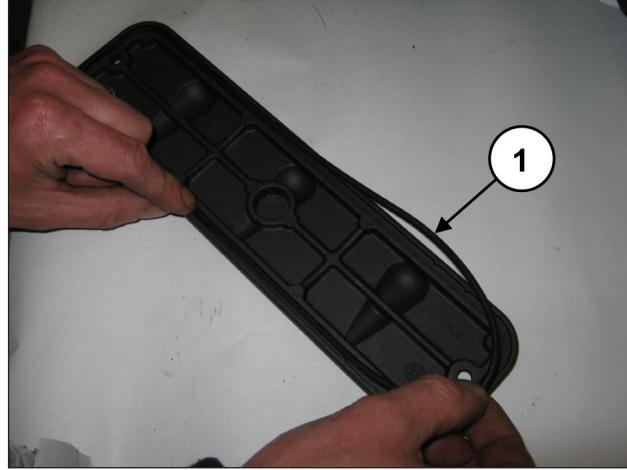
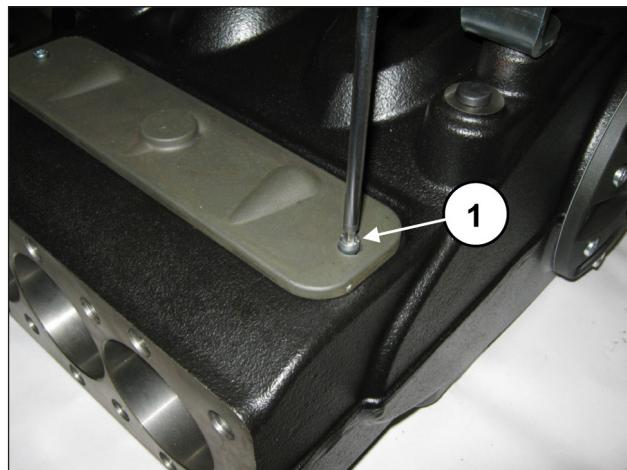

Fig. 191
Fig. 192
Introducir la junta tórica (pos. ①, Fig. 191) en las tapas de inspección y montar las tapas con 2 tornillos M6x14 (pos. ①, Fig. 192) y 2 tornillos M6x40.